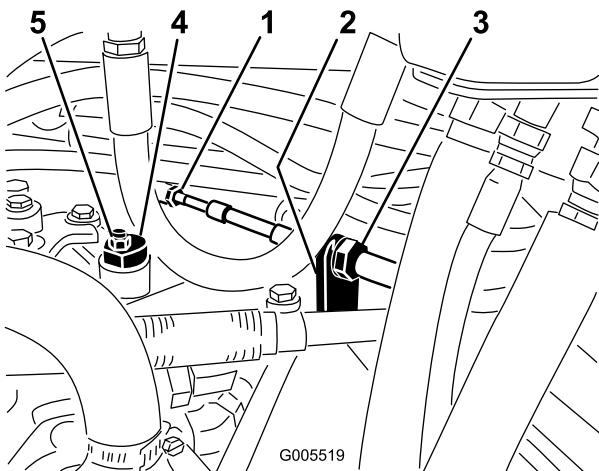

Figura 55
- Allentate entrambi i controdadi che fissano il cavo di comando della trazione alla paratia dell'igrostat (Figura 55). Verificate che i controdadi siano ugualmente allentati, in modo sufficiente da consentire la messa a punto.
**Nota:** Allentate il dado che fissa l'eccentrico alla parte superiore dell'igrostat (Figura 55).
(Figura 55). Verificate la regolazione portando l'acceleratore in posizione Slow e Fast.
- Da ambo i lati della piastra serrate in modo uniforme i dadi che fissano il cavo di trazione alla piastra (Figura 55). Non torcete il cavo.